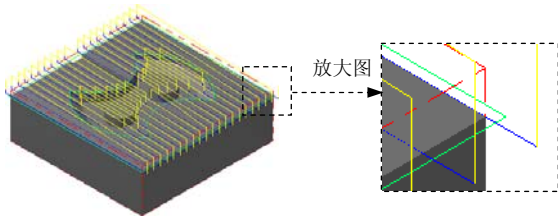

图 22.45 刀具路径
(1) 设置曲面参数。在“曲面精加工平行铣削”对话框中单击 **曲面参数** 选项卡，所有参数接受系统默认设置值。
(2) 设置精加工平行铣削参数。在“曲面精加工平行铣削”对话框中单击 **精加工平行铣削参数** 选项卡。然后在 **大切屑间距** 文本框中输入值 15.0；在 **切削方式** 下拉列表中选择 **单向** 选项。
(3) 单击 **间隙设置** 按钮，在系统弹出的“刀具路径的间隙设置”对话框的 **切线的长度** 文本框中输入 10.0；单击  按钮，系统返回至“曲面精加工平行铣削”对话框。
Step5. 单击“曲面精加工平行铣削”对话框中的  按钮，同时在图形区生成图 22.45 所示的刀具路径。